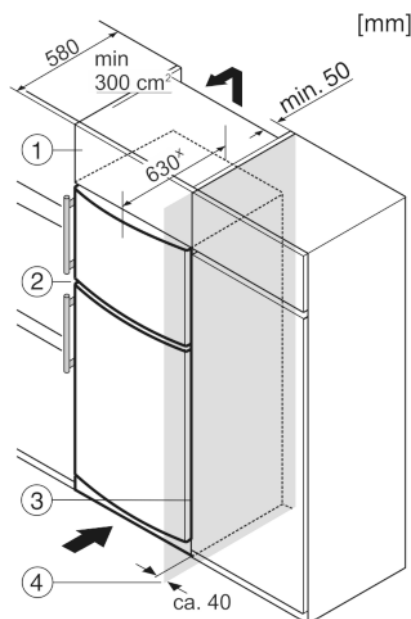

Fig. 7
- (1) Nástavná skříňka
- (2) Přístroj
- (3) Kuchyňská skříň
- (4) Stěna
Spotřebič lze zabudovat do kuchyňských skříní. K vyrovnaní spotřebiče *Fig. 7 (2)* na výšku kuchyňské linky lze na přístroj nasadit nástavec *Fig. 7 (1)*.
Při montáži do kuchyňských skříní (hloubka max. 580 mm) lze přístroj instalovat hned vedle kuchyňské skříně *Fig. 7 (3)*. Přístroj přesahuje přední stěnu kuchyňské skříně na stranách o 34 mm* a uprostřed o 50 mm*.
Když se přístroj instaluje závěsy vedle stěny *Fig. 7 (4)*, musí být vzdálenost přístroje od stěny alespoň 40 mm. To odpovídá přesahu madla při otevřených dveřích.